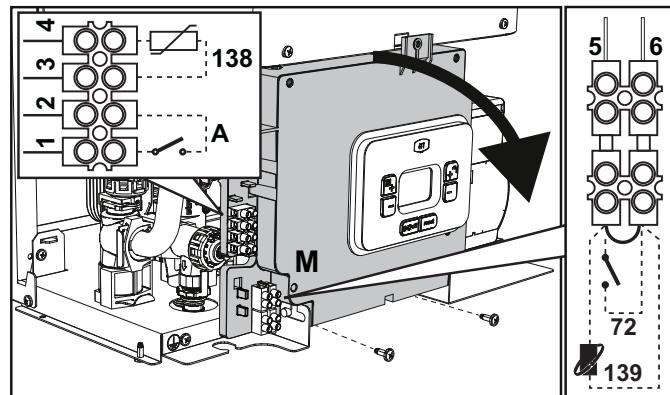
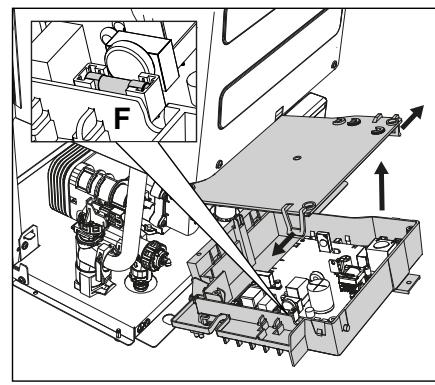

fig. 18
fig. 19
După ce ati scos panoul frontal (*** 'Deschiderea panoului frontal' on page 67 ***) veți putea avea acces la panoul de borne (M) și la siguranță (F) urmând indicațiile descrise în continuare (fig. 18 și fig. 19). **Bornele indicate în fig. 18 trebuie să aibă contactele curate (nu 230 V).** Dispunerea bornelor pentru diferitele conexiuni este indicată și în diagrama electrică din fig. 54.
Configurarea întrerupătorului ON/OFF (A fig. 18)